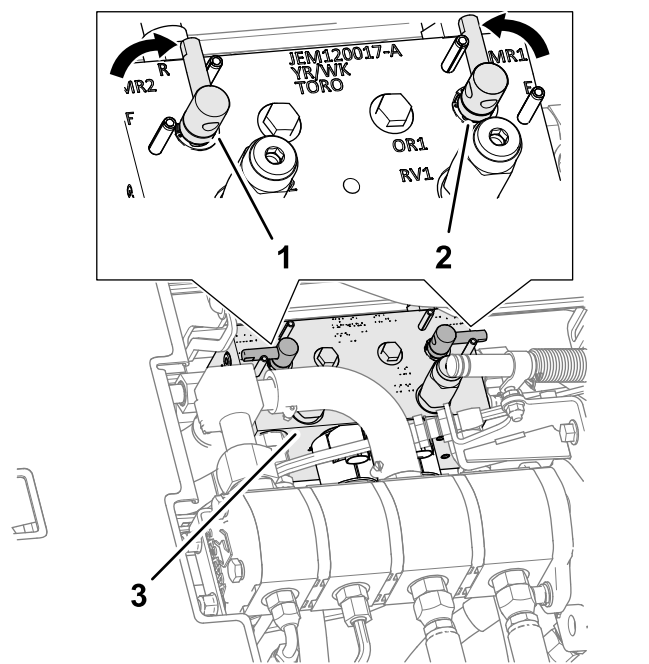

Figure 105
4. Déverrouillez et soulevez le siège pour exposer le collecteur des unités de coupe (Figure 105).
5. Tournez les leviers de rodage à la position R (rodage) (Figure 105).